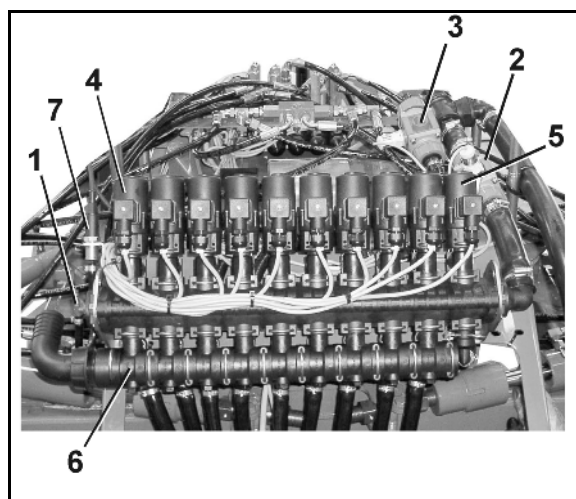

Рис. 86
Транспортировочные фиксаторы-скобы служат для фиксации сложенных штанг опрыскивателя в транспортном положении во избежание их самопроизвольного раскладывания. (3) Параллелограммная рама для регулировки высоты штанг опрыскивателя. | <ul style="list-style-type: none"> (4) Защитная трубка форсунок (5) Распорка (6) Фиксатор внешних консолей, см. на стр. 97 (7) Компенсатор колебаний, см. с. 100 (8) Клапан и переключающий кран системы DUS (9) Арматура штанг, см. Рис. 86 (10) Устройство для внешней очистки |